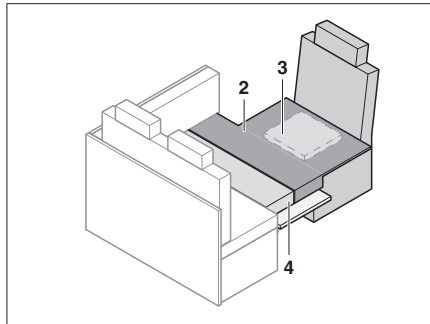

Bild 185 Nach dem Umbau
- Zusatzpolster wie in Bild 185 gezeigt auflegen.